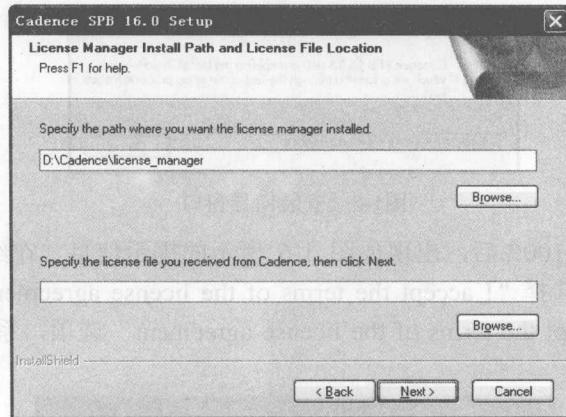

图1-8 授权管理器和授权文件位置对话框
(4) 单击 **Set Up Licensing** 按钮，则在屏幕上显示授权管理器和授权文件位置对话框，如图 1-8 所示。